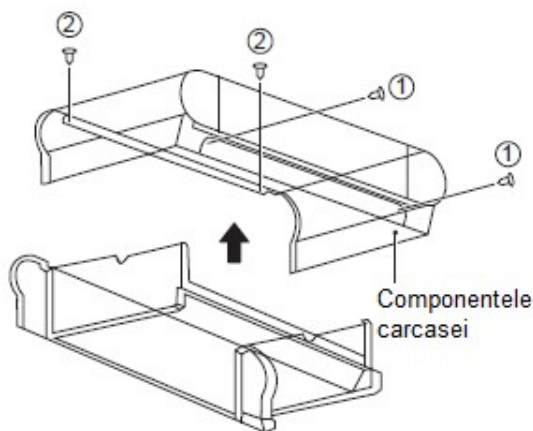

Figura 4-4 Scoaterea carcasei
- b) Conform indicatiilor din figura 4-4, scoateti suruburile 1\* 2 si 2\*2 si apoi carcasa.
- c) Conform indicatiilor din figura 4-4, scoateti suruburile 1\* 2 pentru a scoate filtrul.